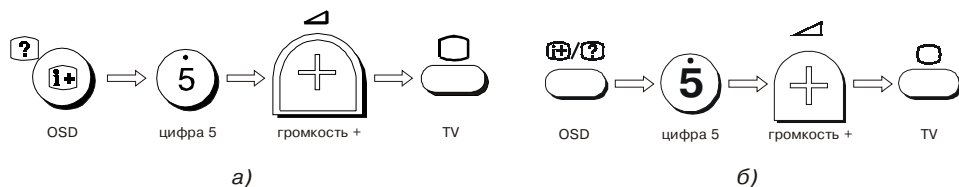

Рис. 3.20. Последовательность нажатия кнопок ПДУ для активизации сервисного режима: а) для телевизоров на базе шасси FE-1; б) на базе шасси FE-1A
- В режиме STANDBY нажать кнопки на ПДУ в следующей последовательности (см. рис. 3.20):